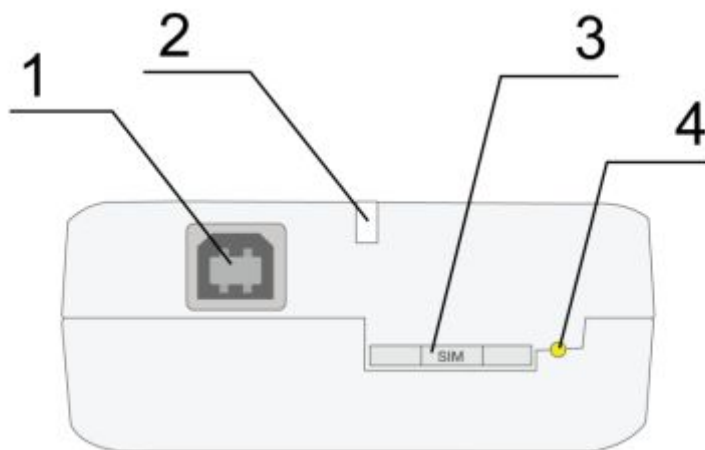
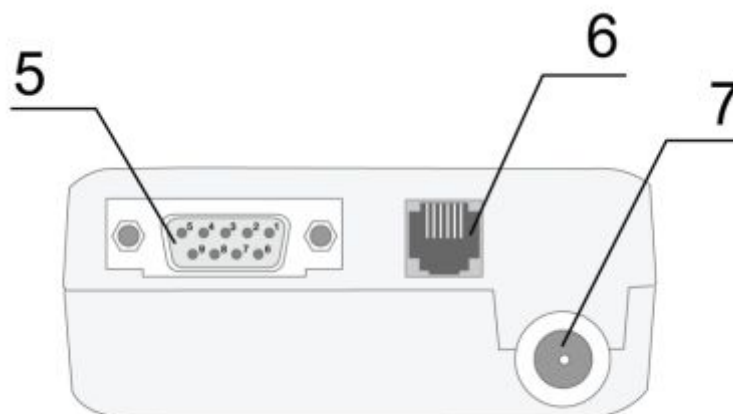

Рис. 2.4.1 Вид спереди
Рис. 2.4.2 Вид сзади
Модем MC52PU представляет собой компактное устройство, выполненное в пластмассовом корпусе. Внешний вид представлен на рис.2.4.1 и рис.2.4.2.
- достать SIM-лоток, нажав на кнопку извлечения SIM-лотка (рис.2.4.1);
Подайте питание на модем через разъем питания (рис. 2.4.2). При использовании интерфейса USB достаточно только подключить USB-кабель. После подачи питания произойдет запуск модема, о чем будет сигнализировать зеленый индикатор, частым миганием (см. таблицу 2.6.1). При снятом PIN-коде